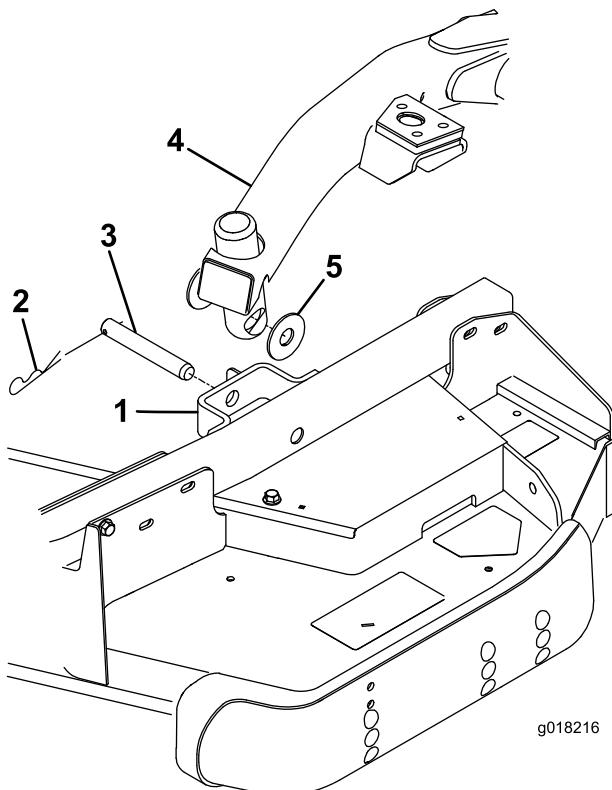

Figura 26
- Presione el interruptor de elevación hacia adelante, a la posición de Flotación. Empuje hacia abajo uno de los brazos de elevación hasta que los taladros del brazo de elevación estén alineados con los taladros del soporte del brazo de la rueda giratoria, y la varilla de ajuste de la altura de corte pueda introducirse en los alojamientos del brazo de elevación (Figura 26).
- Fije el brazo de elevación al brazo de la rueda giratoria con (2) arandelas de empuje, un pasador y un pasador de horquilla. Coloque las arandelas de empuje entre el brazo de elevación y el soporte del brazo de la rueda giratoria (Figura 26). Introduzca el extremo del pasador de horquilla en la ranura de la pestaña del brazo de la rueda giratoria para retener el pasador.